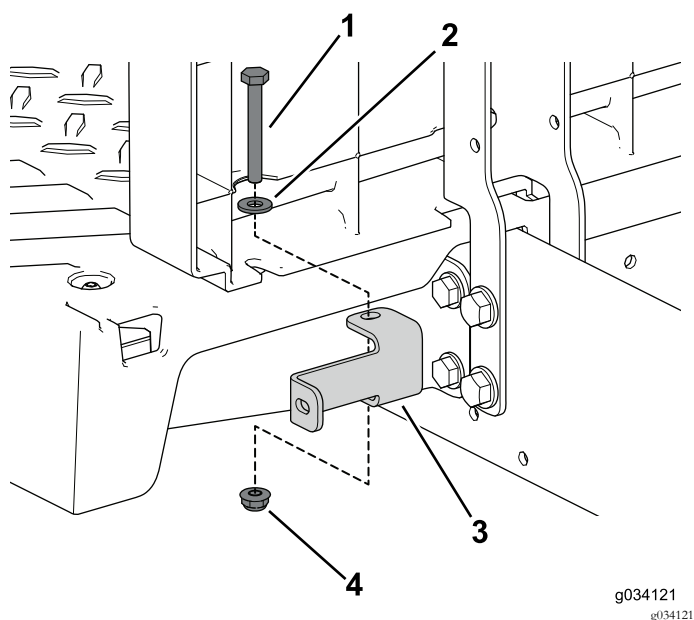

Figure 87
7. Avec les 2 boulons ($\frac{1}{4}$ " x 2"), la rondelle et le contre-écrou, fixez les supports de panneau gauche et droit sur la machine (Figure 87).
8. Utilisez les 4 vis autotaraudeuses pour fixer le couvercle latéral gauche à l'ensemble sièges (Figure 87).